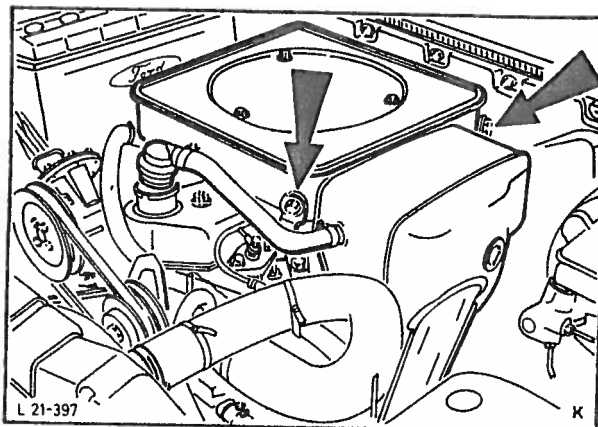

Fig. 10 Ta av luftfilteret.
2. Kople fra batteriets godskabel. Ta av luftfilteret og dekk til innsugningsmanifolden, fig. 10.